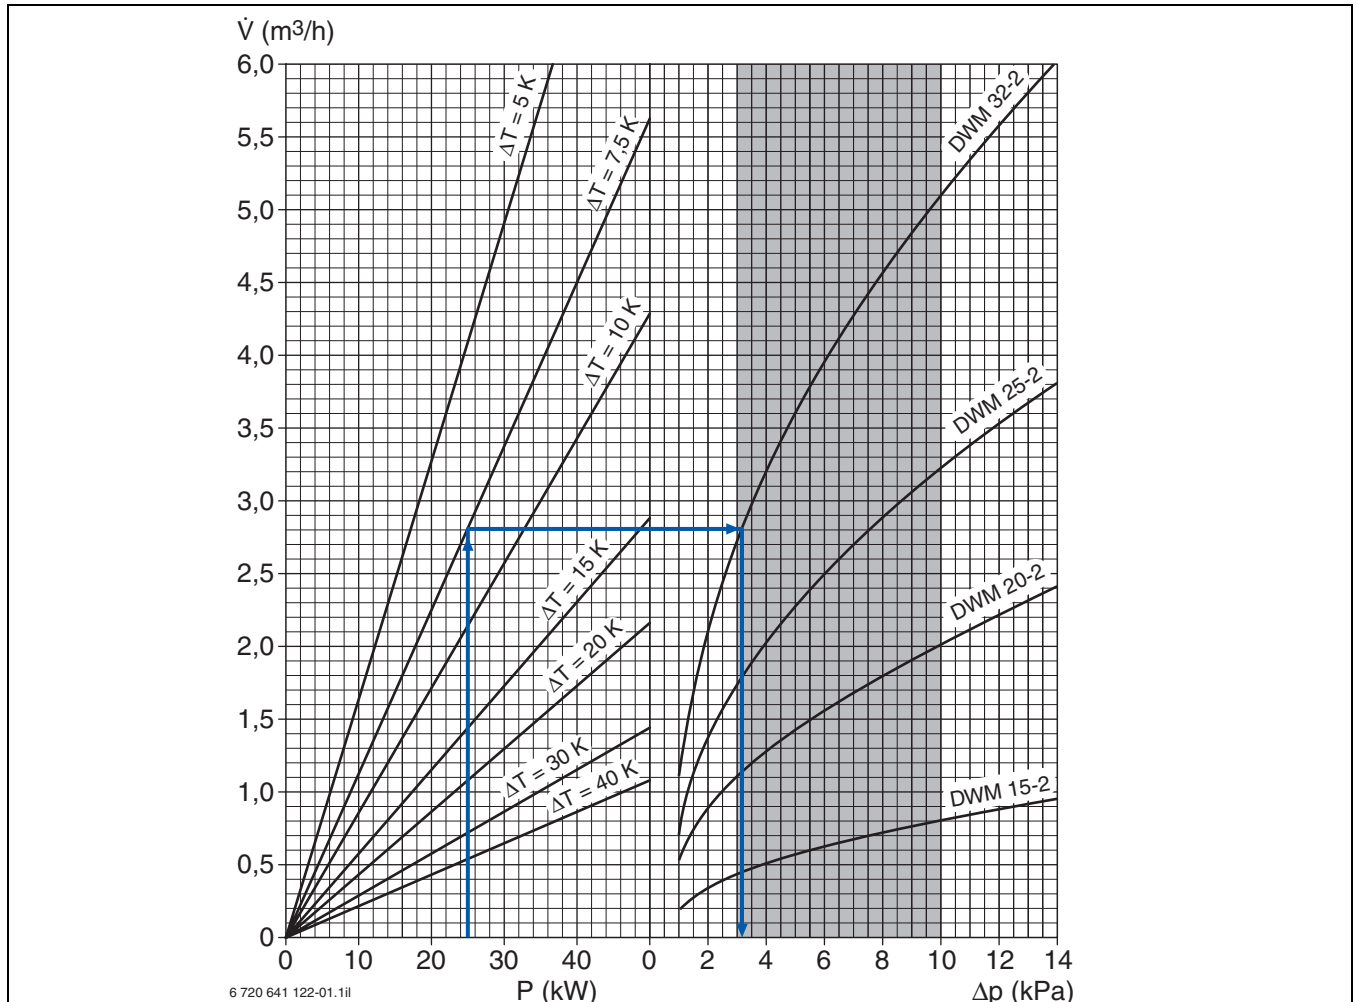

Bild 59 Auslegungsdiagramm für 3-Wege-Mischer
Um eine gute Reglercharakteristik zu erreichen, sollte der Druckverlust im Mischer etwa gleich dem Druckverlust des so genannten „mengenvariablen“ Teils des Rohrnetzes sein, also ebenfalls ca. 3,0 ... 10,0 kPa. Dieser Zusammenhang liegt dem Dimensionierungsdiagramm (Bild 59) zugrunde.
- ▶ In der linken Hälfte von Bild 59 den Schnittpunkt von der Leistungslinie und der Temperaturdifferenzlinie suchen.
- ▶ In der linken Hälfte von Bild 59 den Schnittpunkt der Leistungslinie und der Temperaturdifferenzlinie suchen. Dieser liegt bei einem Heizwasservolumenstrom von ca. 2,8 m³/h.